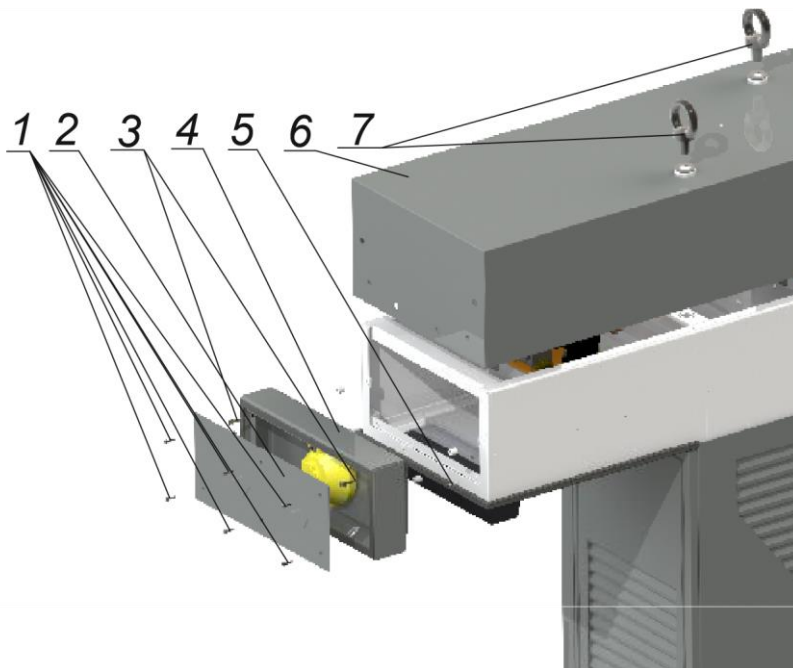

Рисунок 7.7. Расположение реле постоянного тока
1. Открутить винты 1 (Рисунок. 7.7).
2. Снять крышку 2 (Рисунок 7.7).
3. Открутить винты 3 (Рисунок 7.7).
4. Снять держатель кабеля 4 (Рисунок 7.7).
5. Открутить винты 5 Рисунок 7.7).
6. Открутить ушко болтами 7 (Рисунок 7.7).
8. Снять крышку 6 (Рисунок 7.7).